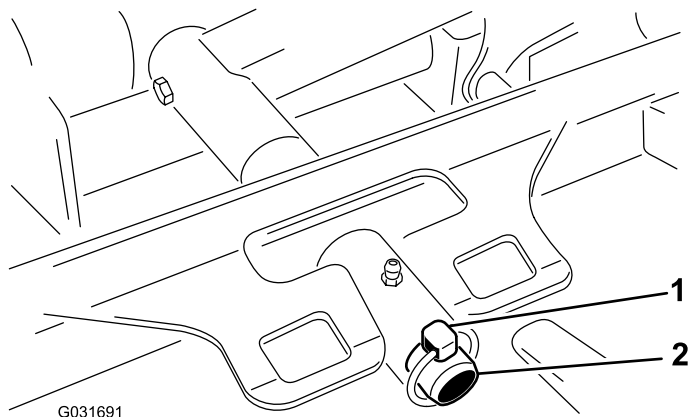

Bild 97
3. Entfernen Sie den Klappstecker, mit dem der Trägerschassis des Mähwerks am Lagerbolzen des Hubarms befestigt ist (Bild 97).
3. Schieben Sie den Mähwerkträgerrahmen auf den Lagerbolzen des Hubarms und befestigen ihn mit dem Klappstecker (Bild 97).